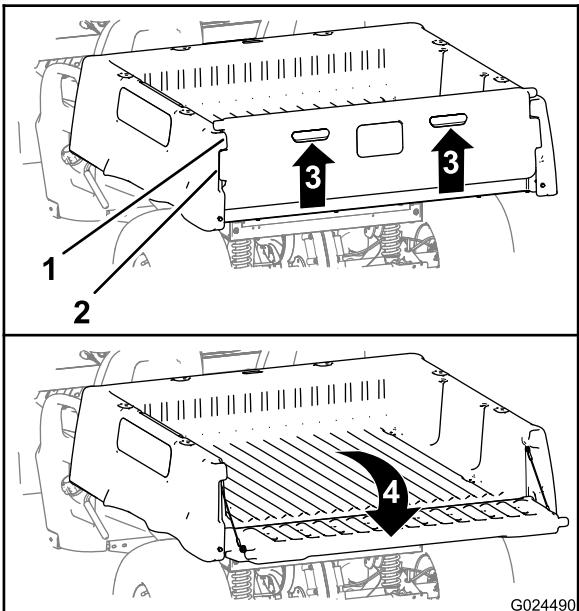

Рисунок 11
- Поднимите захваты на задней панели откидного борта (Рисунок 11).
- Совместите фиксирующие фланцы заднего откидного борта с отверстиями, расположенными между фланцами грузового кузова, предназначенными для откидного борта (Рисунок 11).
- Поверните откидной борт назад и вниз (Рисунок 11).
- Поверните откидной борт вверх и вперед так, чтобы фиксирующие фланцы откидного борта были заподлицо с его гнездом в грузовом кузове (Рисунок 11).
- Опустите откидной борт до его посадки в задней части грузового кузова (Рисунок 11).